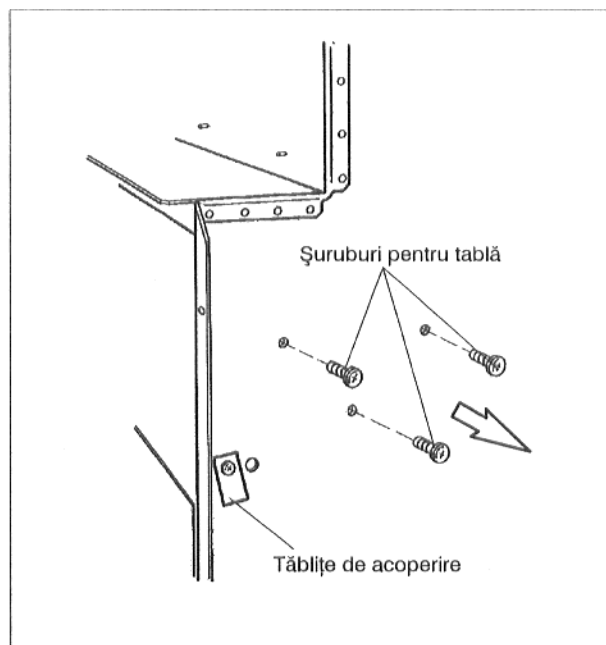

Fig.1: Partea stângă a siguranței de curgere
- Tăblițele de acoperire a pereților dreapta și stânga siguranței de curgere se vor bascula cu o șurubelniță pentru a lăsa orificiile libere (Fig. 1).
- Cele 3 șuruburi pentru tablă din partea dreaptă a siguranței de curgere se vor deșuruba (Fig. 1).